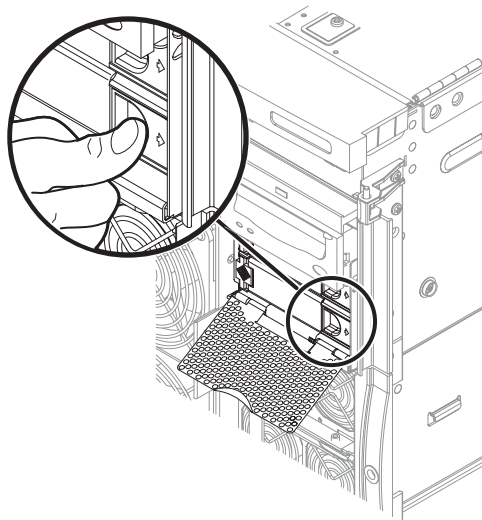

図 6-2 ハードディスクドライブ取り外しハンドルの外し方
7. ラッチを右に押して、ドライブハンドルを開きます (図 6-2)。